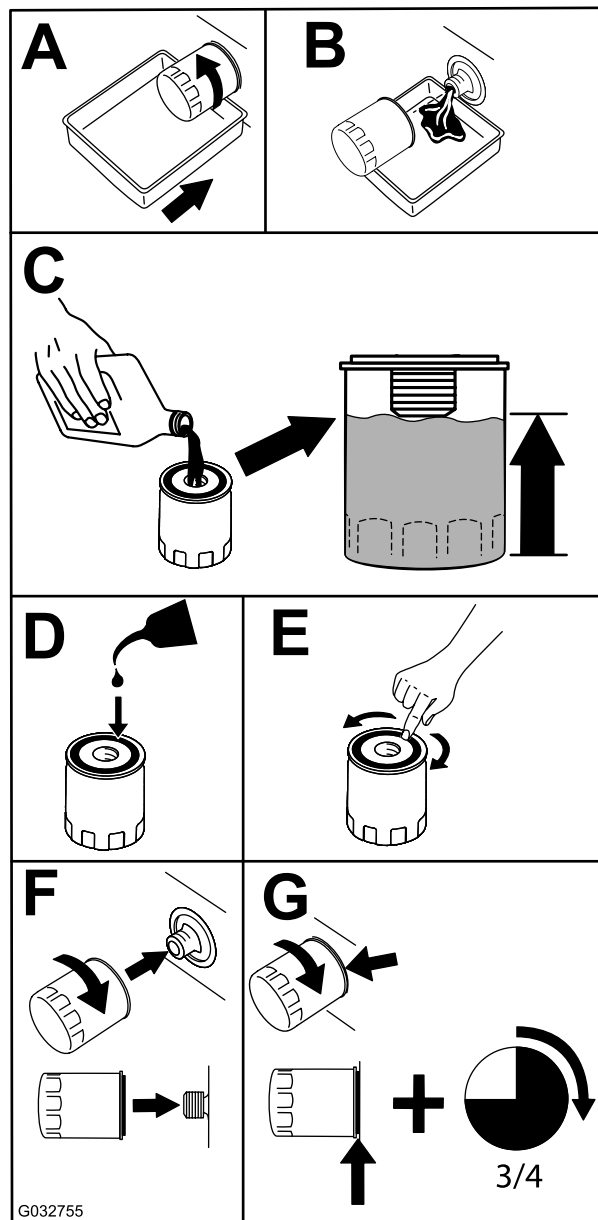

Figura 42
2. Substitua o filtro de óleo do motor (Figura 42).